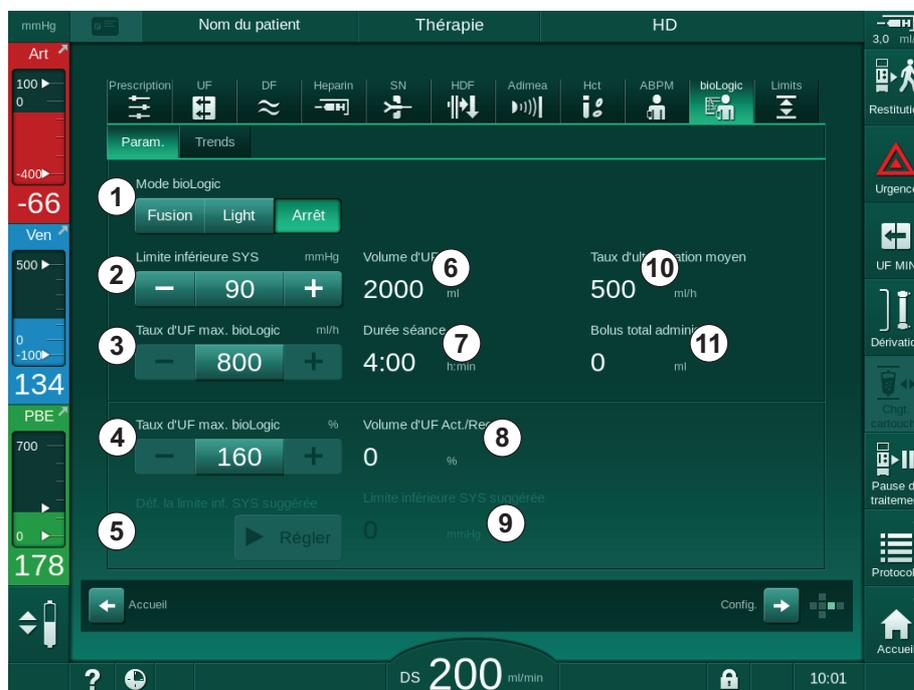

Fig. 11-22 Écran Paramètres de bioLogic Fusion
Lors de l'activation de la SLL suggérée, la valeur ⑨ dans Fig. 11-22 est acceptée. Le cas échéant, la limite inférieure systolique peut être réglée sur la position ② .
1. Pour activer le bioLogic Fusion ou le bioLogic Light, toucher le bouton *Fusion* ou *Light* dans la boîte de groupe *Mode bioLogic* (Fig. 11-22, ①).